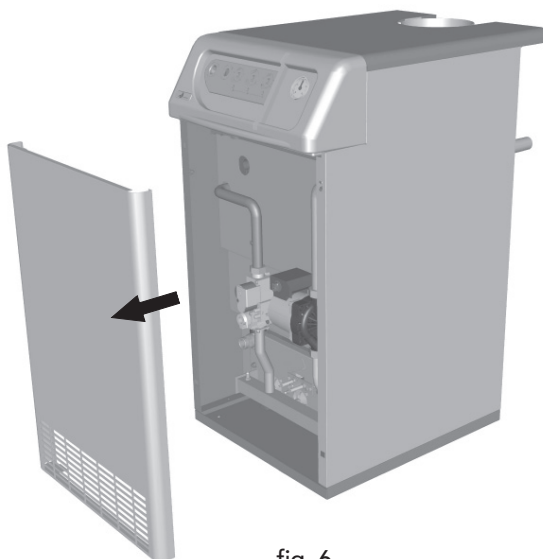

fig. 6
Per aprire il pannello anteriore della caldaia, vedere la modalità indicata nella fig. 6.
- Togliere il pannello anteriore della caldaia (fig. 6).